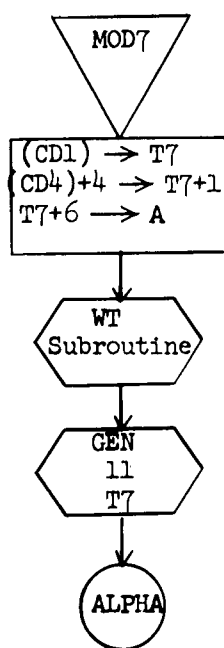

Figure 7.37 MODULE 7
7.3.7.3.7 MODULE 7 (Figure 7.37)